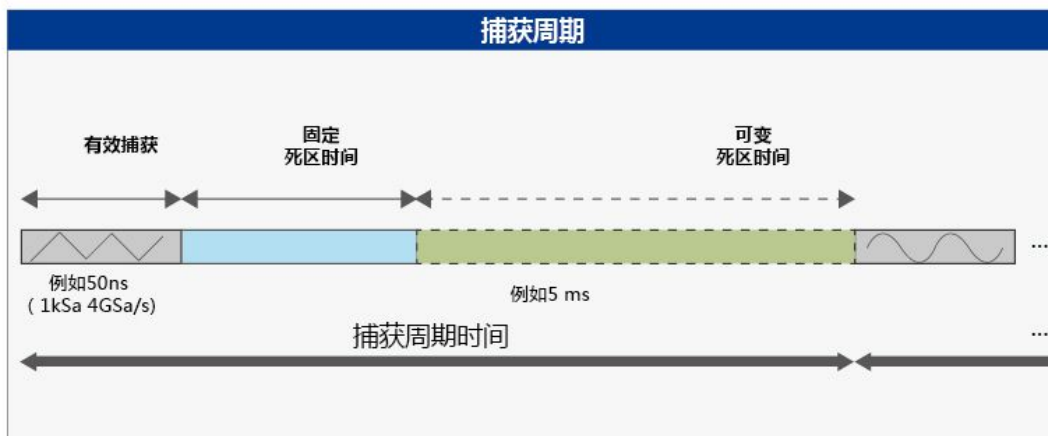

图 4 数字示波器的一个捕获周期
**处理所需要的时间。** 图 4 显示了一个波形捕获周期的示意图。捕获周期由有效捕获时间和死区时间组成。在有效捕获时间内，示波器按照用户设定波形样本数进行捕获，并将其写入采集存储器中。捕获的死区时间包含固定时间和可变时间两部分。固定时间具体取决于各个仪器的架构本身。可变时间则取决于处理所需的时间，它与设定的捕获样本数（存储深度）、水平刻度、采样率以及所选后处理功能（例如，插值、数学函数、测量和分析）多少都有直接关系。死区时间比是死区时间和捕获周期之比，而捕获周期的倒数就是波形捕获率。这两者都是示波器的重要参数，它们之间是有关联的。”